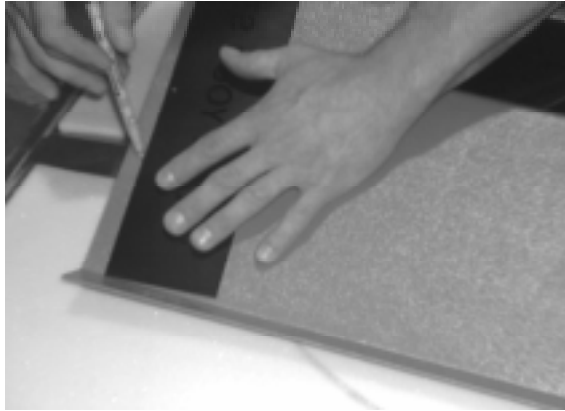

FIGURE 25
18. Transposer ces mesures sur le plafond de transition et faire une ligne droite (Fig. 25).